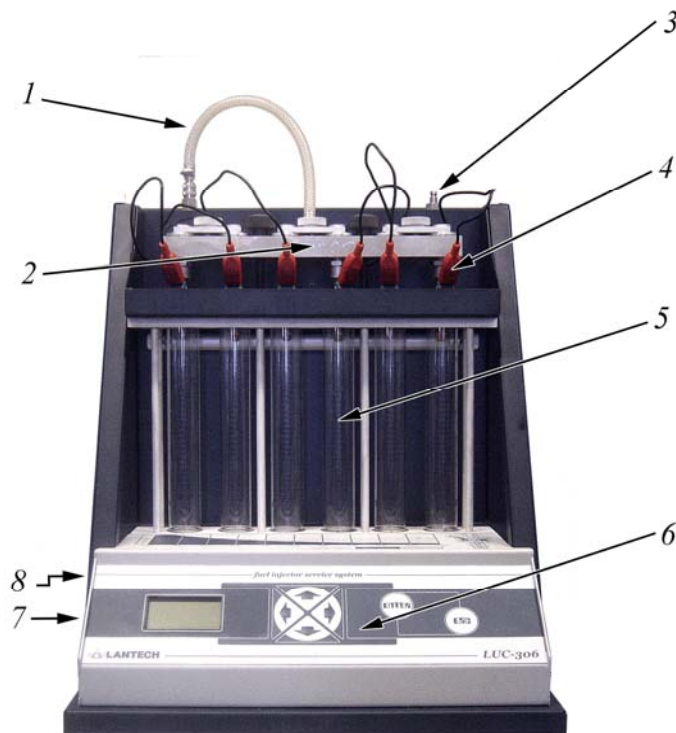

Рис. 1. Установка для тестирования форсунок:
4.3.1. Состав установки для тестирования форсунок показан на рис. 1.